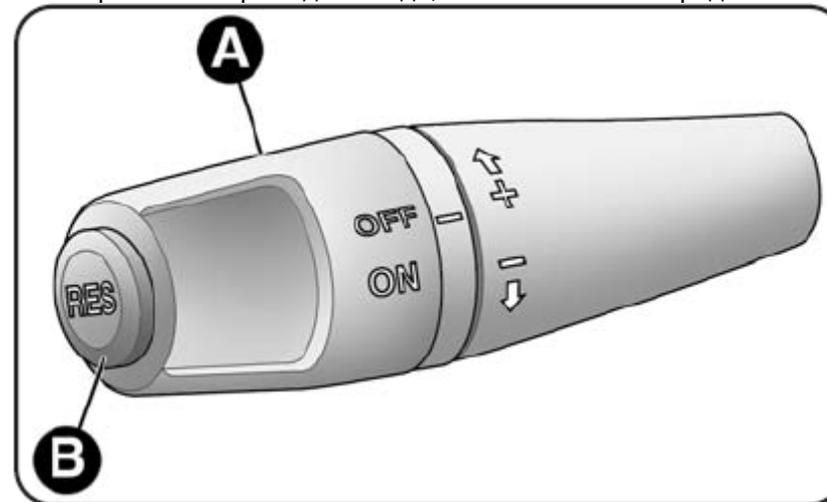

Рис. 36
Повернуть шайбу А – рис. 36 в положение ON. Устройство нельзя включить на 1ой скорости или при заднем ходе, а только на 5-ой передачи или выше.
- Повернуть ручку **A** – **рис.36** в положение **ON** и нажав на педаль акселератора и довести автомобиль до желаемой скорости;
- Нажать кнопку **B** – **рис. 36 (RES)**..
- При повороте шайбы **A** – **рис.36** в положение **OFF**;
Если устройство работает неверно или не работает вовсе, поверните шайбу А – рис.36 в положение OFF и обратитесь в Сеть по обслуживанию автомобилей Alfa Romeo.